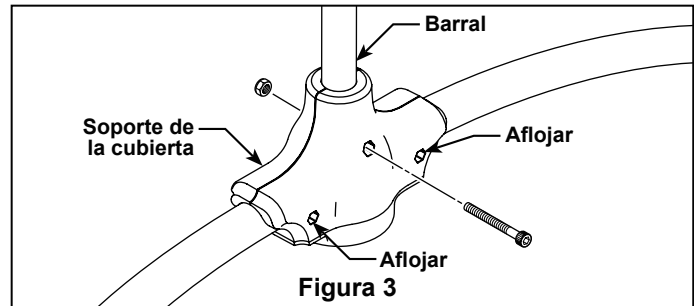

Figura 3
4. Coloque el extremo inferior del barral dentro del soporte de la cubierta ubicado en el centro de la unidad de la barra del soporte. Puede ser necesario aflojar los dos tornillos que atraviesan la unidad de la barra transversal si el barral no se desliza fácilmente en el soporte de la cubierta sin rayar la terminación. Conecte el barral al soporte de la cubierta utilizando el tornillo de cabeza cilíndrica de $\frac{1}{4}$ " x $2\frac{3}{16}$ " y la contratuerca. Ajuste firmemente el tornillo y la tuerca. (Figura 3)